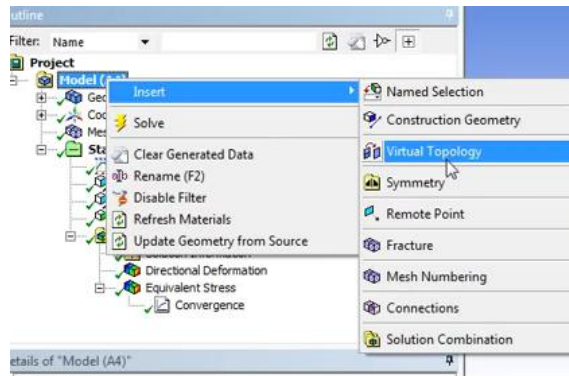

Рис. 15.
*Construction Geometry* → *Insert* → *Path* → *вибрати грань початку* → *Coordinate* → *Apply* → *вибрати грань кінця* → *End* → *Apply* (рис. 15 – 17)